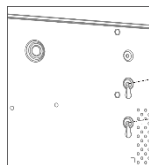

Abbildung 2-6
Schritt 3: Passen Sie die HDD-Schraubengewinde an die dafür vorgesehenen Löcher am Geräteboden an und befestigen Sie die HDD mit Schrauben. Siehe Abbildung 2-6.